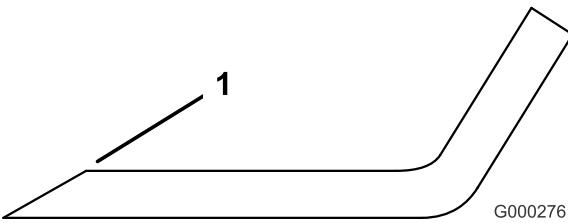

図 32
3. 全部のブレードの切っ先を丁寧に点検する。切っ先が鈍くなっていたり欠けていたりした場合には研磨する。研磨は刃先の上面だけを行い、刃の元々の角度を変えないように十分注意する（図 32）。ブレードの左右を均等に削れば、バランスを狂わすことなく研磨を行うことができる。